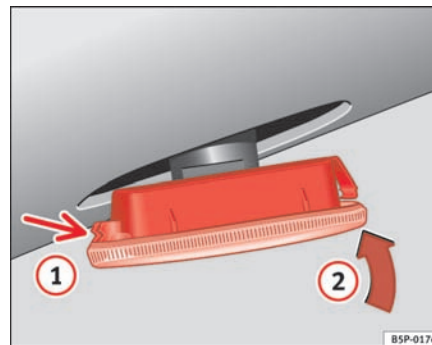

Fig. 152 Blinklygter i siden
- Sæt først blinklygten i monteringsstedet i karrosseriet. Sørg for, at låsetappen går i hak **1** ⇒ side 211, fig. 152. Sæt derefter blinklygten i i pilens retning **2** ⇒ side 211, fig. 152. ■